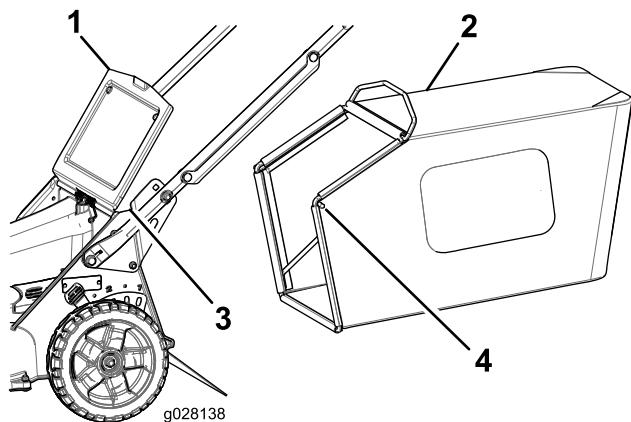

Figure 17
2. Soulevez le volet arrière et gardez-le dans cette position (Figure 17).
4. Placez les extrémités de la tige du bac dans les crans à la base du guidon et basculez le bac d'avant en arrière pour vous assurer que les extrémités de la tige sont bien engagées au fond des deux crans (Figure 17).
3. Enlevez la tige du bac à herbe des crans à la base du guidon (Figure 17).